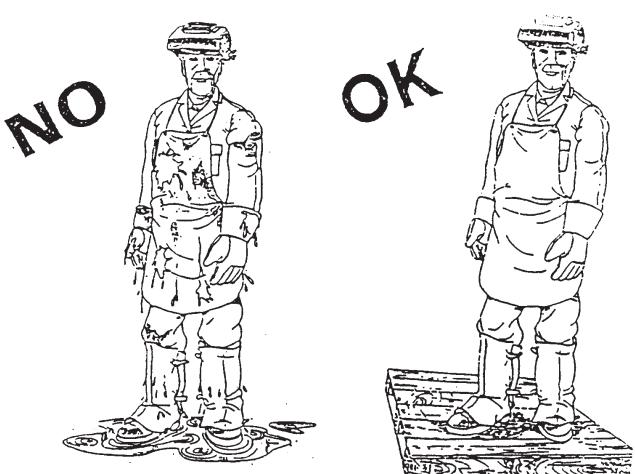

Fig.7
- renforcer la protection individuelle, l'isolation du sol et de l'élément à souder vis-à-vis de l'opérateur (Fig. 7).